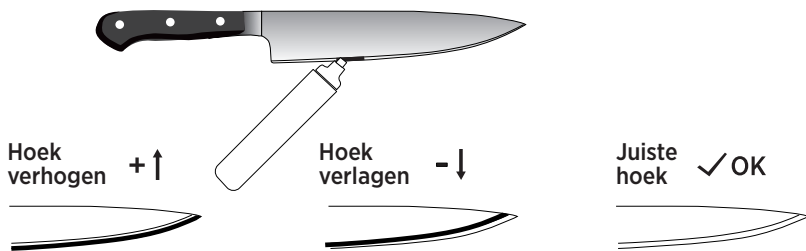

Fig. 11
Breng een markeerstift aan op het snijvlak. Verstel de steunbalk omhoog of omlaag indien nodig en slijp het snijvlak voorzichtig. Wanneer de markering volledig is verwijderd en een schoon snijvlak zichtbaar wordt (Zie Fig. 11), geeft de hoekwaarde op de schaal (A of B) de correcte slijphoek aan.
3. Draai aan de hoekvergrendelknop om de steunbalk omhoog of omlaag te bewegen indien nodig en slijp het snijvlak voorzichtig. Wanneer de markering op het lemmet volledig is verwijderd, wordt een schoon snijvlak zichtbaar. (Zie Fig. 11)